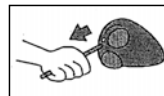

Ilustración 1
1. **Instalación de las Antenas** – Introducir la antena a través del orificio pasando por detrás de la cabeza. Alinear la sección plana de la base de la antena con el lugar previsto para ello en el interior de la cabeza. Tirar hasta que quede bloqueada en su sitio. (Ver ilustración 1)